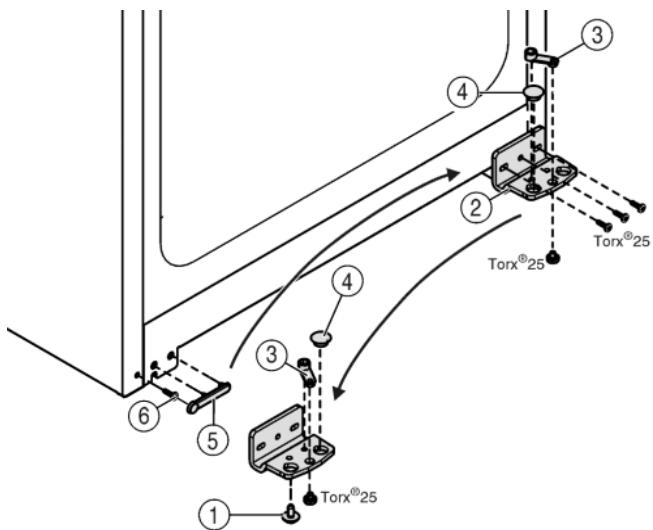

Fig. 5
- ▶ Опорный палец Fig. 4 (21) можно извлечь из опорного кронштейна Fig. 5 (2).
- ▶ Открутите опорный кронштейн Fig. 5 (2).
- ▶ Открутите опорную деталь Fig. 5 (3) и, переставив в отверстие на противоположной стороне опорного кронштейна, снова прикрутите.
- ▶ Извлеките заглушку Fig. 5 (4) из опорного кронштейна и переставьте ее в отверстие на противоположной стороне опорного кронштейна.
- ▶ Осторожно снимите крышку со стороны ручки Fig. 5 (5).
- ▶ Выкрутите болт Fig. 5 (6) и вкрутите на противоположной стороне.
- ▶ Снова установите крышку Fig. 5 (5).
- ▶ Снова прикрутите опорный кронштейн Fig. 5 (2) на новой стороне шарнира (**с моментом 4 Нм**). При необходимости используйте аккумуляторный шуруповерт.